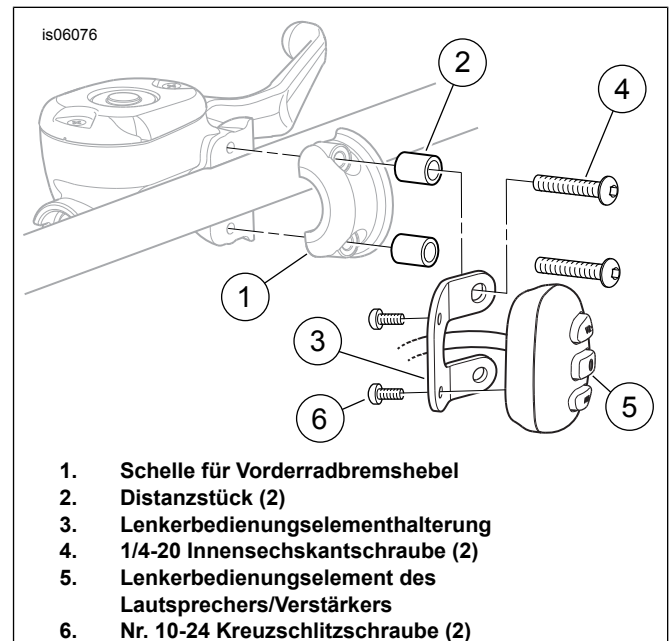

Abbildung 2. Einbau des Lenkerbedienungselements und der Halterung
1. Siehe Abbildung 2. Die Vorderradbremshebel-Schellenschrauben vom Fahrzeug entfernen. Die Schelle (1) ausbauen und aufbewahren. Die Schrauben können entsorgt werden.
2. Die Lenkerbedienungselementhalterung (3), zwei Distanzscheiben (2), zwei Schrauben (6) und zwei Schrauben (4) aus dem Satz nehmen.
3. Den Lenkerbedienungselement-Kabelbaum (5) wie dargestellt durch die Mitte der Lenkerbedienungselementhalterung (3) verlegen.
5. Das Lenkerbedienungselement (5, Teil der Kabelbaum-Baugruppe) mit den Nr. 10-24 Schrauben (6) an der Halterung befestigen. Sicher anziehen.